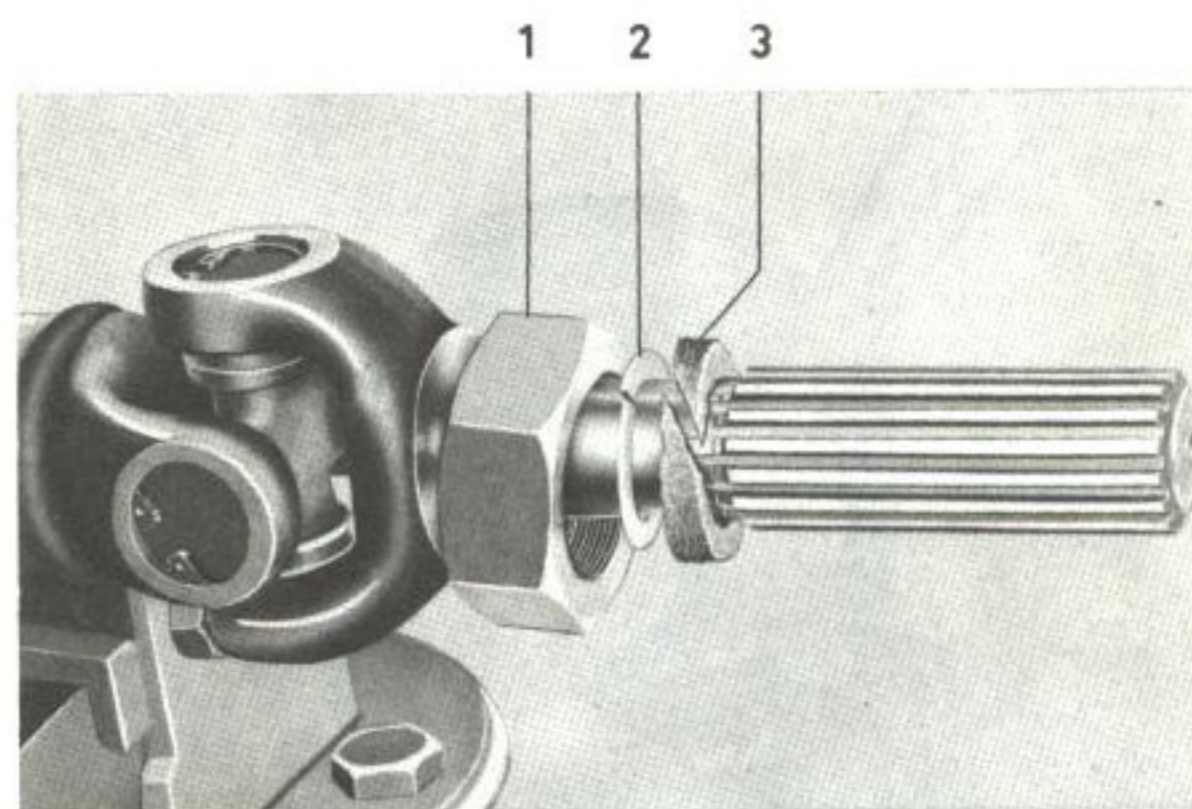

Bild 18. Låsmutter för stödlager, tid. utf.
2. Sätt mutter, bricka och filtpackning på splinesaxeln, om muttern är av utförande enligt bild 18. Vid utförande med gummibälg kan den direkt skruvas på främre kardanaxeln. Glöm ej låsbrickan. Smörj splinesaxelns glidytor med ett tunt lager fett blandat med molybdendisulfid. Montera samman främre och bakre kardanaxeln. Vid hopsättningen är det viktigt att gaffeln på främre kardanaxeln och gaffeln på splinesaxeln kommer i samma plan, se bild 2–4.